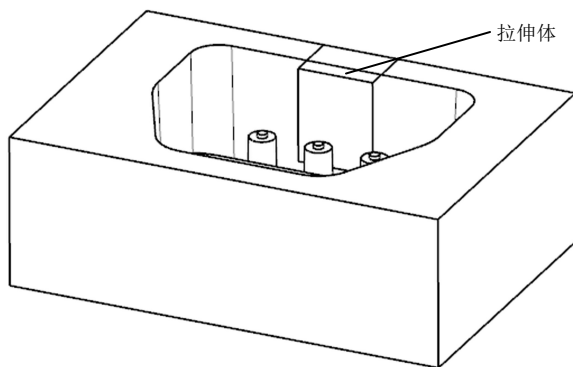

图 14-22 创建拉伸体
(44) 单击“完成”按钮 ，在【拉伸】对话框中对“指定矢量”选择“YC ↑” ，“开始距离”设为 50mm，“结束”选取“贯通”，“布尔”选择“无” 。
(45) 单击“确定”按钮，创建拉伸体，如图 14-22 所示。